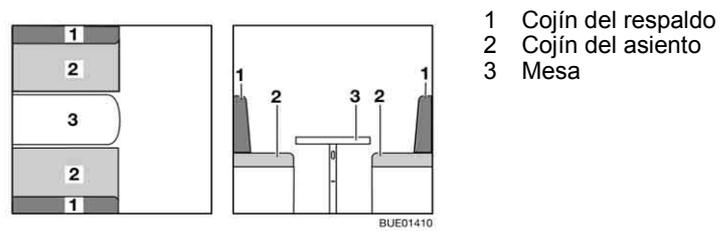

Fig. 115 Antes de la transformación
- Transformar la mesa (Fig. 115,3) en base de cama (véase apartado 6.12).
- Quitar los cojines de respaldo (Fig. 115,1)
- Tirar un cojín del asiento (Fig. 115,2) sobre la mesa.